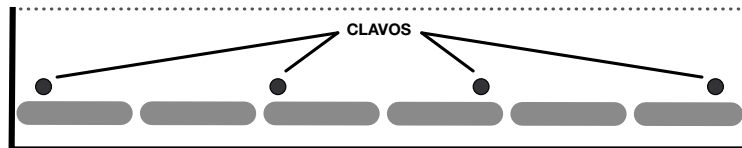

Figura 3 - Patrón de sujeción de Smart Start™
Patrón de clavado: use cuatro (4) sujetadores por cada teja inicial. Instale con los sujetadores colocados 1-1/2" - 3" (38-76 mm) hacia arriba desde el alero, un sujetador a 1" (25 mm) de cada extremo de la teja inicial y los dos (2) restantes espaciados uniformemente en la misma línea de los sujetadores extremos. No coloque sujetadores en la tira de sellado (vea la Figura 3).